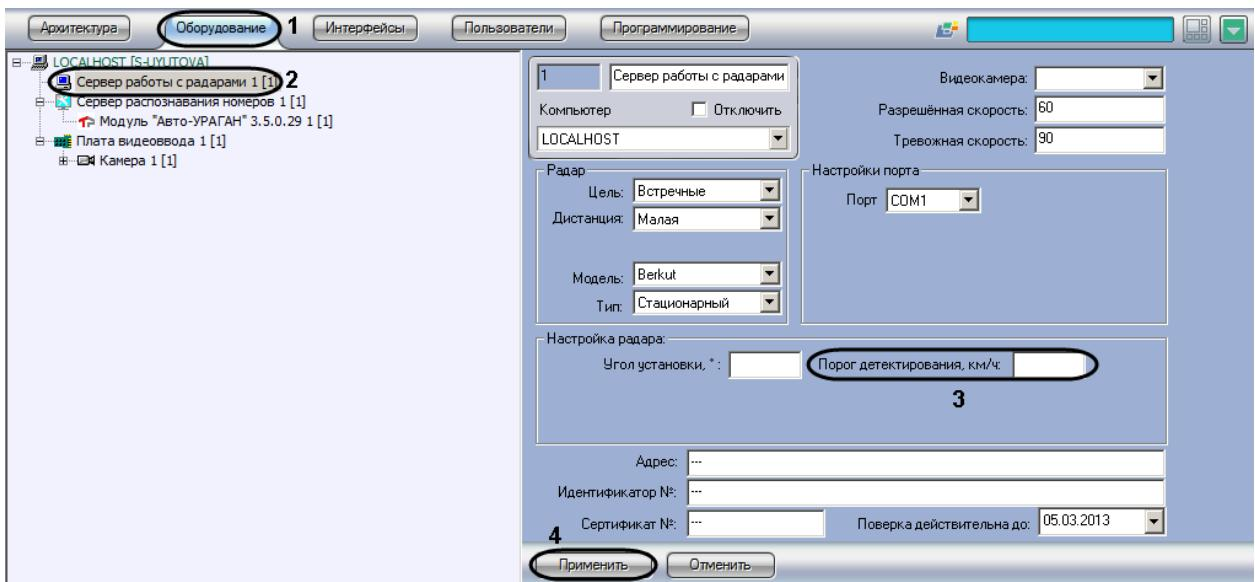

Рис. 7.3—10. Указание минимальной скорости движения транспортного средства, определяемого устройством «Радар»
2. В дереве объектов на вкладке «Оборудование» выбрать объект «Сервер работы с радарами», соответствующий настраиваемому программному модулю «Радар» (см. Рис. 7.3—10, 2). В правой части вкладки «Оборудование» отобразится панель настройки выбранного объекта.
3. Задать в поле «Порог детектирования, км/ч» минимальную скорость движения транспортных средств, определяемую устройством «Радар» (см. Рис. 7.3—10, 3).
4. Нажать кнопку «Применить» (см. Рис. 7.3—10, 4).